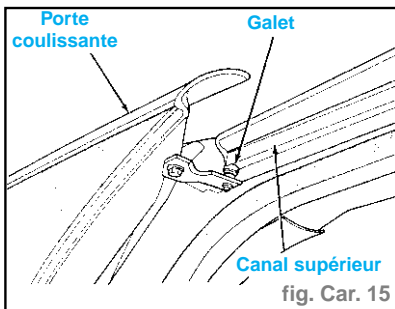
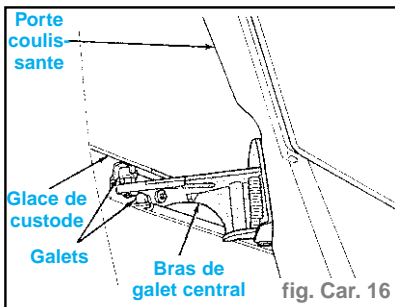

fig. Car. 15
fig. Car. 16
- Faire coulisser la porte vers l'arrière jusqu'à ce que les galets de charnière supérieur (fig. Car. 15) du centre sortent des canaux supérieur et du centre (fig. Car. 16).
- Engager les galets de charnière du centre dans les canaux du centre (fig. Car. 16).
- Engager la charnière supérieure dans les canaux supérieurs (fig. Car. 15).
- desserrer les boulons de la charnière centrale (fig. Car. 15),